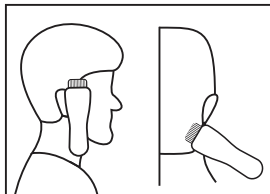

Figura 8
- Para aparar as costeletas com um corte reto, inverter a posição do cortador de modo que o lado de baixo fique para cima (**Figura 8**).